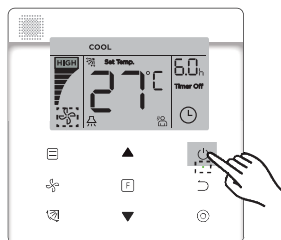

Figura 6.1
- 1) Premere il tasto (ON/OFF) , e l'indicatore operativo “●” sul comando cablato si illuminerà, mentre l'icona “” ON/OFF dell'unità interna sul display girerà per indicare che l'unità interna ha cominciato a funzionare (si veda Figura 6.1).